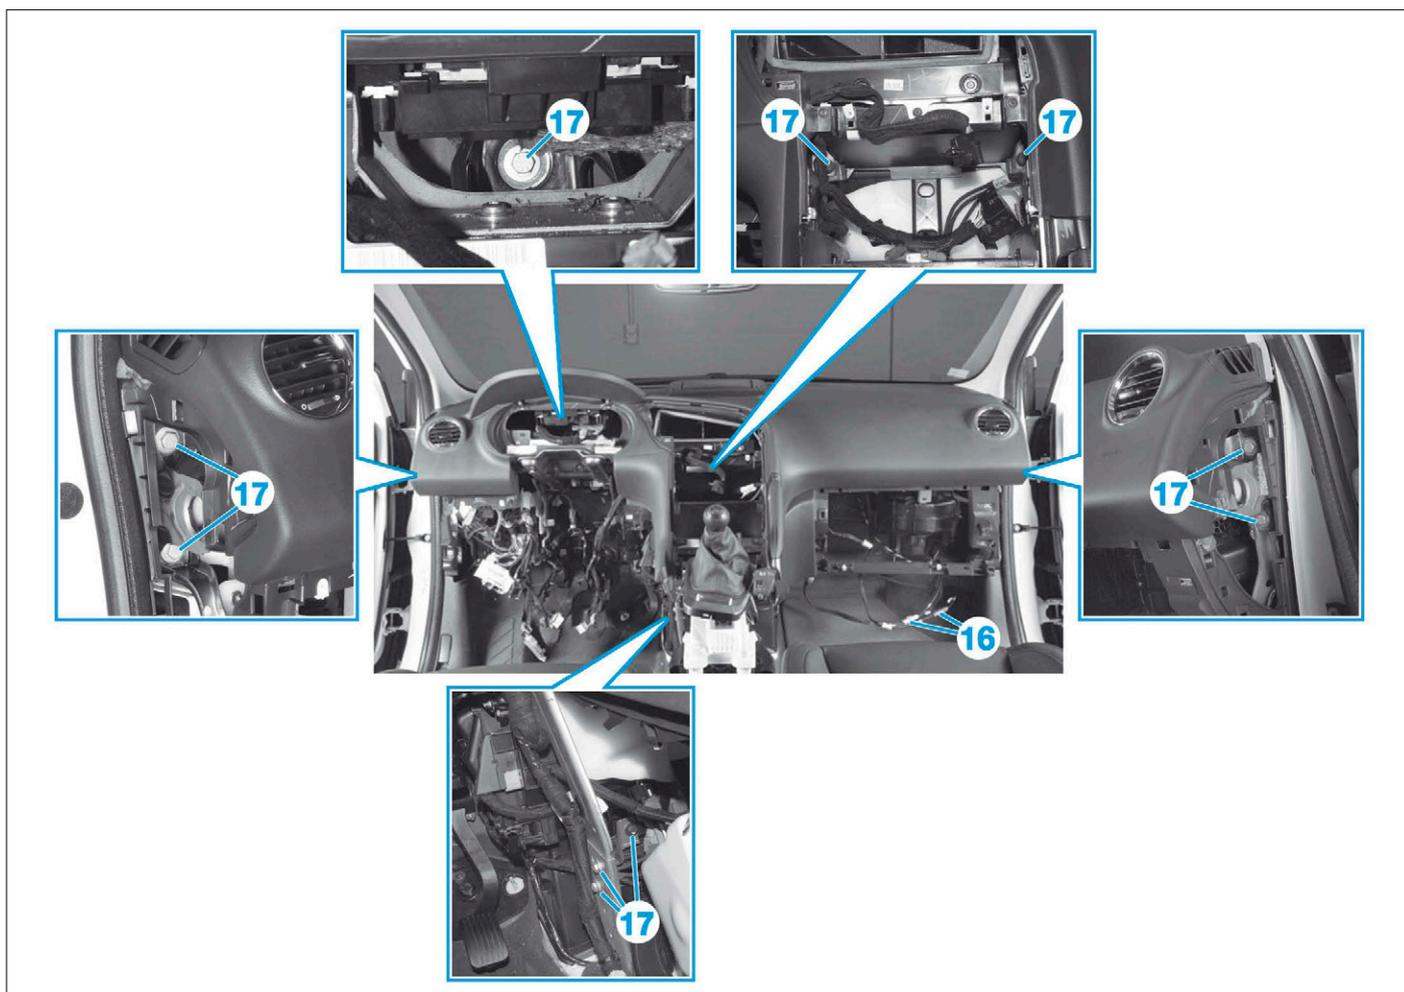

FIG. 37
Débrancher le connecteur (16) (Fig.37).
- Déposer les vis de fixation de la planche de bord (17).
- Reposer les vis de fixation de la planche de bord (17) (Fig.37).
- Rebrancher les connecteurs (16) (Fig.37).